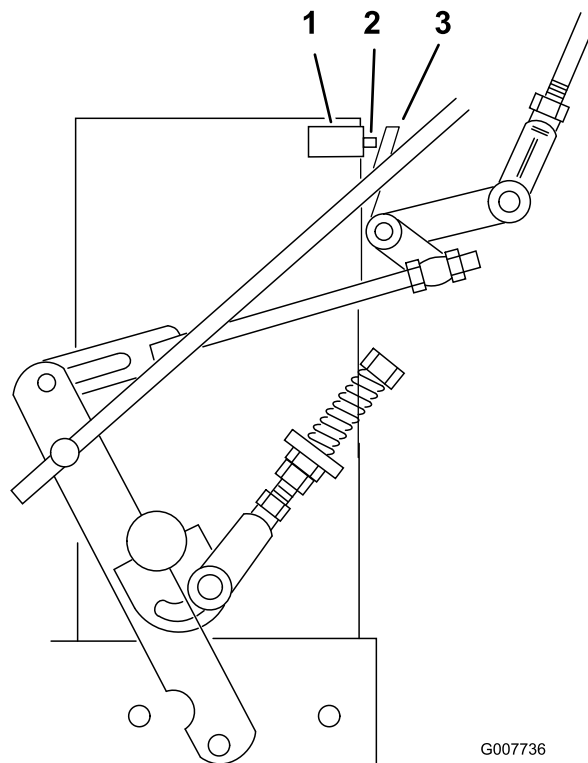

Bild 31
7. Stellen Sie sicher, dass der Sicherheitsschalter eingedrückt ist und ein Abstand von 8 mm zwischen der Auslöserlasche und dem Schalter besteht. (Bild 31).
8. Ändern Sie ggf. die Schalterposition, um einen Abstand von 8 mm zu erhalten (Bild 31).